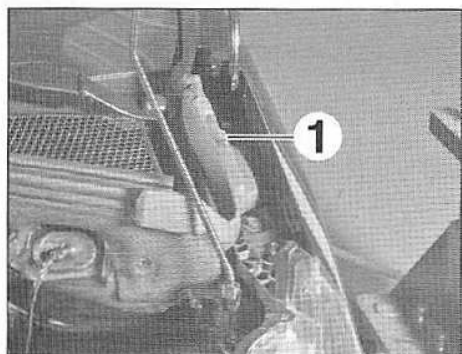

FIG.50
- Dégrafer l'insonorisant (1) (Fig.50).